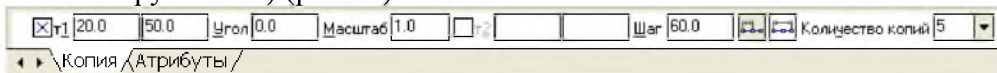

Рис. 17.
14. На запрос **Укажите базовую точку выделенных объектов или введите ее координаты** указать центр окружности (рис.17).
15. Задать параметры команды (количество окружностей и расстояние между осями окружности) (рис.17)